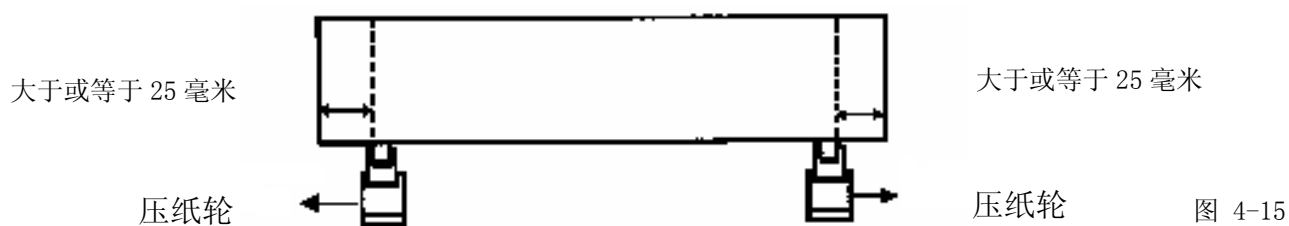

图 4-15
2. 如果介质的长度大于 4 米，请在介质的左右两边各留出最少 25 毫米的边距（图 4-15）。